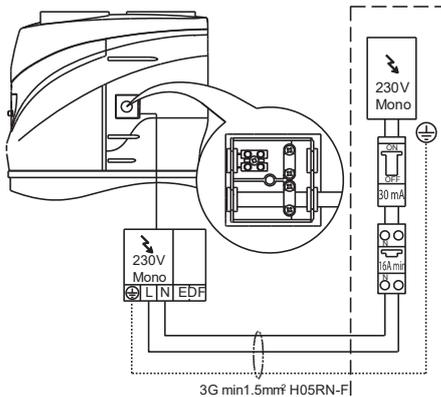

fig. 10 Connexion électrique permanente
**RACCORDEMENT ELECTRIQUE PERMANENT (Fig. 10)**